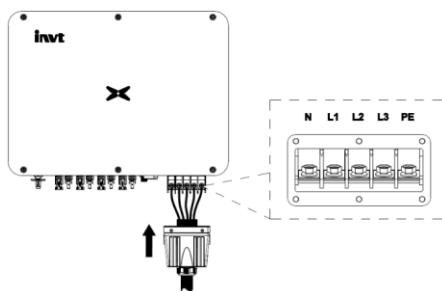

图 5.6 三相逆变器电网接入
(2)再按照图 5.6 将已压好端子的 L1、L2、L3、N、PE 五根电缆固定在交流连接电路板的相应端子上，L1、L2、L3、N 紧固力矩 7-9N·m，PE 接地紧固力矩 7-9N·m；然后将 AC 防水罩与箱体固定。